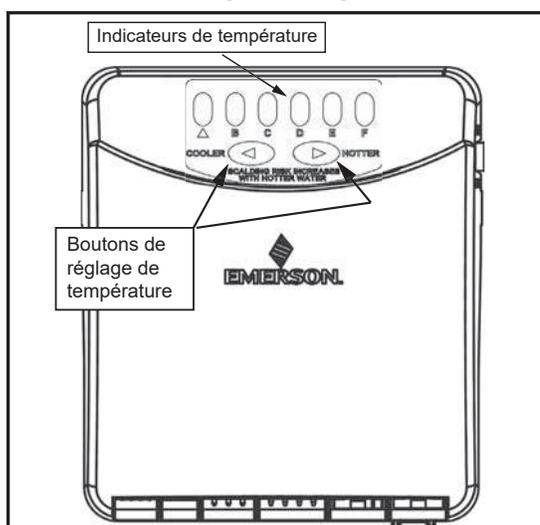

Figure 30. Réglage du thermostat
Les mitigeurs sont disponibles auprès des magasins de fournitures de plomberie ou en quincaillerie. Voir *Figure 8* (page 14). Installer les mitigeurs conformément aux instructions du fabricant. Avant de modifier le réglage d'usine du thermostat, voir *Figure 30*.
1. Appuyer en même temps sur les boutons de réglage de température COOLER et HOTTER pendant une seconde pour réactiver les indicateurs de température. Voir *Figure 30*. Un ou deux des indicateurs de température doivent s'allumer. Ces indicateurs restent allumés pendant 30 secondes seulement si aucun autre bouton n'est actionné. Au bout de 30 secondes, la commande revient en mode de « veille ».